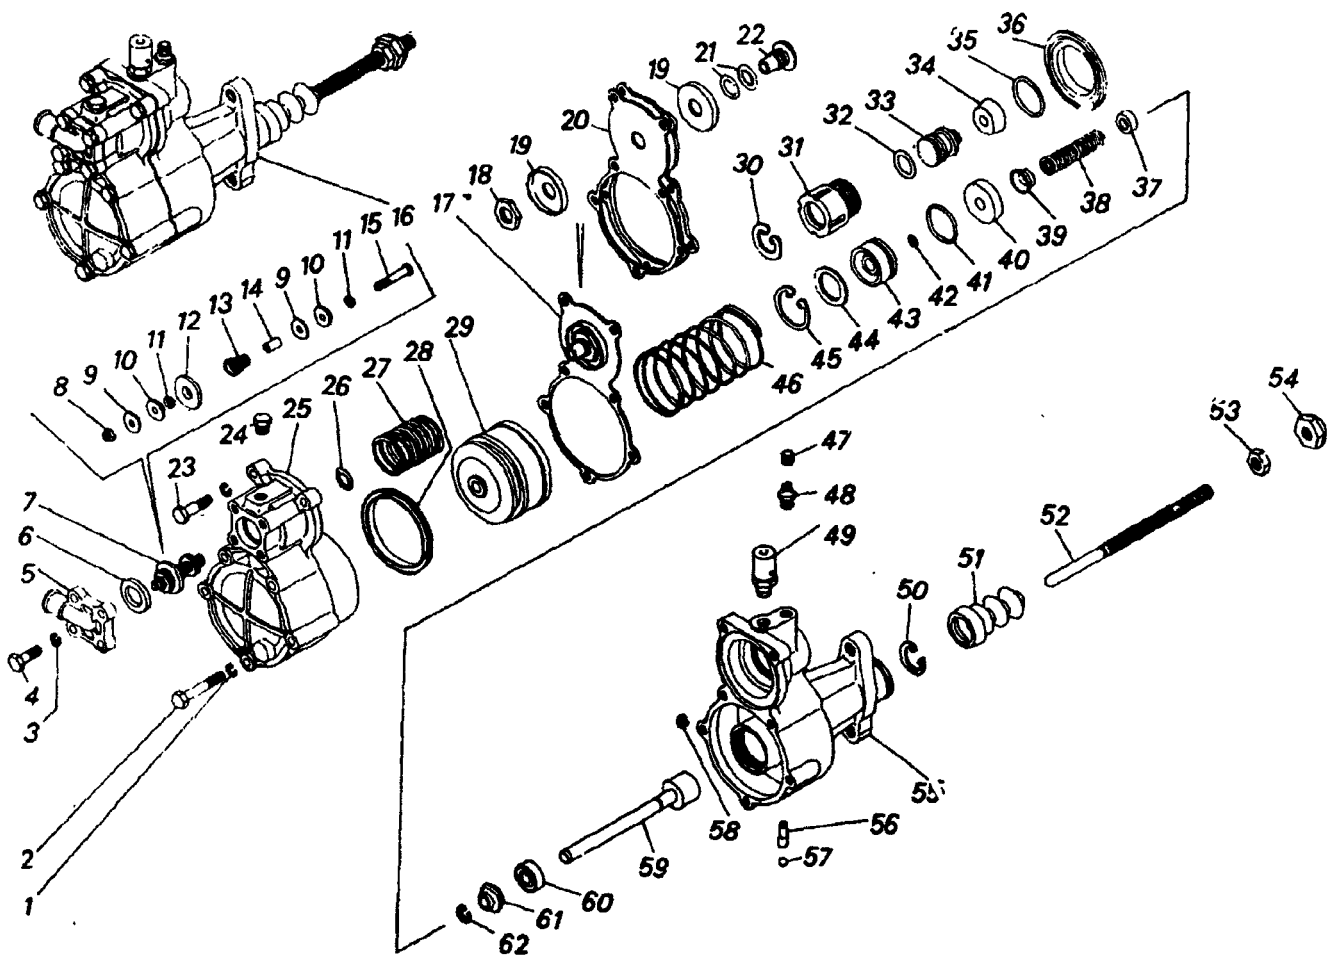

Рис. 130. Усилитель пневмогидравлический привода управления сцеплением:
1. Установите пневмоусилитель в тиски, зажав губками задний корпус 55 (рис. 130)	Слесарный верстак, тиски
25. Установите на пневматический поршень 29 (см. рис. 130) манжету 28	Отвертка